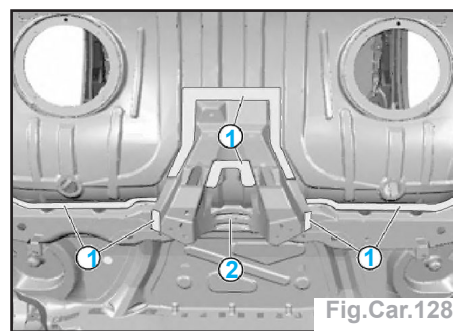

Fig.Car.128
- les cordons de soudure dans les zones (1) (fig.Car.128).
- Ajuster la plaque-support (2) (Fig.Car.128).